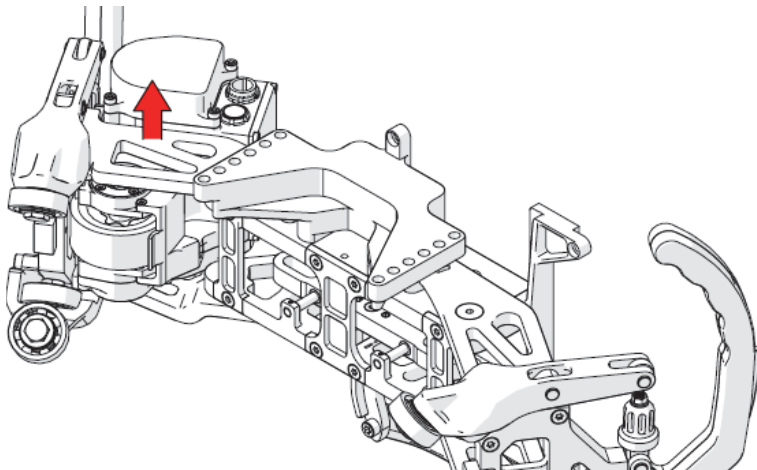

Figura 2-10 Extracción del brazo del transportador de motor
11. Eche el transportador de motor con la placa del módulo de sonda hacia arriba y retire el brazo del transportador de motor (ver Figura 2-10 en la página 96).